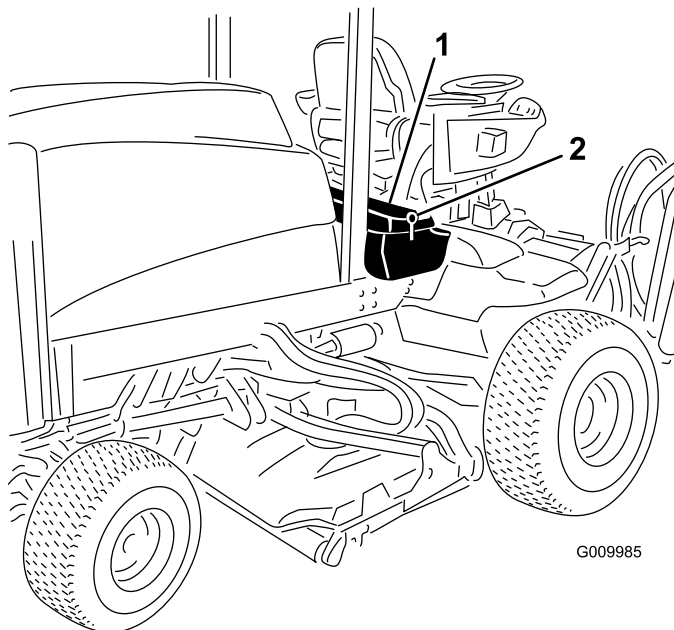
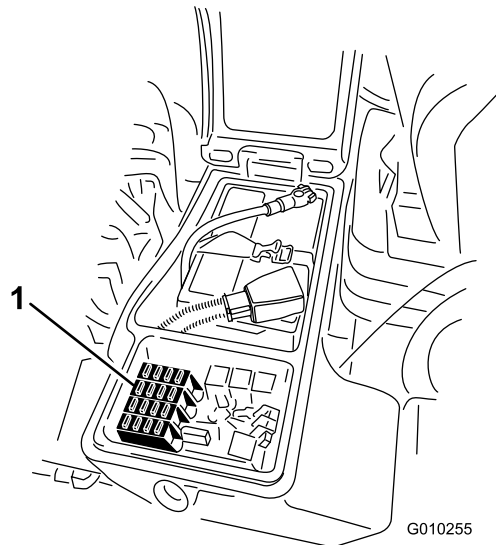

Figura 51
Figura 52
- Desaperte o trinco da cobertura da caixa de armazenamento direita e levante a cobertura (Figura 51) para expor o bloco de fusíveis (Figura 52).
- Substitua o(s) fusível(is) aberto(s) conforme necessário (Figura 52).
- Feche a cobertura da caixa de armazenamento direita e prenda a cobertura com o trinco (Figura 51).